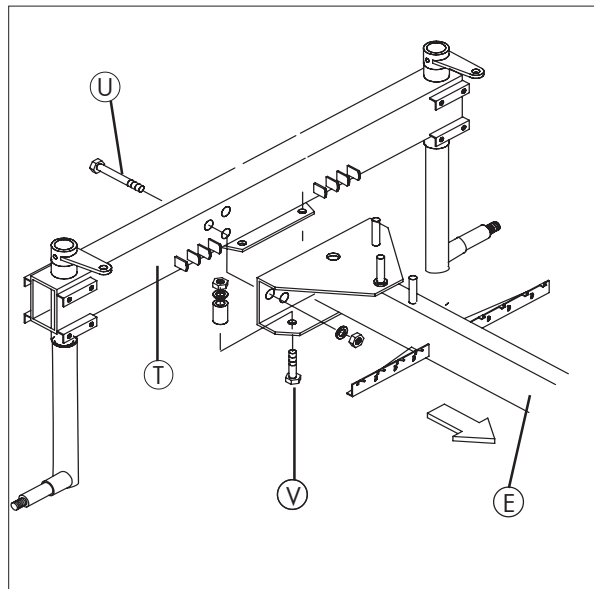

Fig. 3-3
Pour le montage, voir chapitre 3.4 et fig. 3-3.
Unir le support latéral (E) et le cadre du châssis (T) en utilisant les boulons M16 (U) (fig. 3-3). Utiliser le contenu du sac I pour ces travaux.